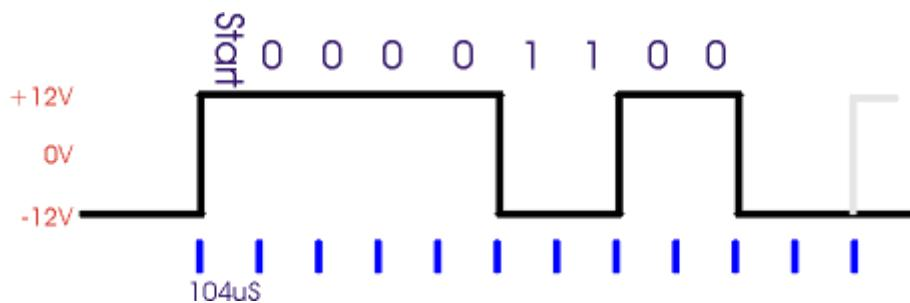
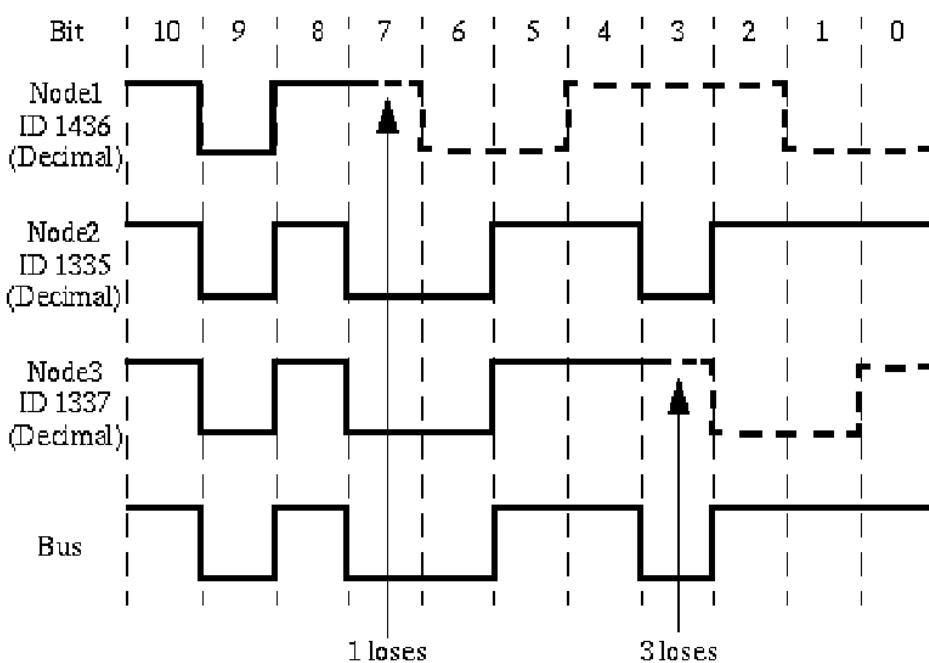

Figura 1: Esempio segnale RS-232
Figura 3: Esempio di arbitraggio nell'accesso al bus CAN
Figura 1 mostra l'andamento del segnale (trama) che, in una comunicazione tra due dispositivi con protocollo RS-232 a 9600 bits/s 8n2 rappresentante il valore binario 00110000.
Il segnale, così come nel CAN, utilizza per i bit una codifica **NRZ** (Non-Return-Zero): il segnale è un treno di impulsi rettangolari di durata T fissata dal bit-rate ($T=1/9600=104 \mu s$ nell'esempio) e con ampiezza caratterizzata da un valore "alto" pari a circa +12V ed un valore "basso" pari a -12V. Ogni impulso rappresenta un bit. In particolare nella RS-232 un valore alto di tensione rappresenta lo zero logico ed uno basso un uno logico. La linea si trova inizialmente nello stato di riposo con un livello basso di tensione (nessun dato in transito); la prima transizione da livello basso di tensione a livello alto indica l'inizio della trasmissione ("bit di start" della durata di 104 μs). Segue il bit meno significativo (LSB), dopo altri 104 μs il secondo bit, e così via, per otto volte, fino al bit più significativo (MSB). Segue infine un periodo di riposo della linea di almeno 208 μs , cioè due bit di stop e quindi (eventualmente) inizia un nuovo pacchetto di bit. Pertanto nell'esempio considerato vengono trasmessi 11 bit di cui solo 8 rappresentano l'informazione effettivamente utile. Da notare che con la codifica NRZ il numero di commutazioni è inferiore al numero di bit (in Figura 1 abbiamo 4 commutazioni a fronte di 11 bit trasmessi)
In Figura 3 è riportato un esempio di conflitto sull'accesso al bus tra tre nodi che tentano di trasmettere allo stesso istante: in particolare vengono riportati i segnali che tentano di trasmettere ed il segnale effettivo che si legge sul bus. In particolare per i primi tre cicli non c'e' conflitto. Al quarto ciclo il nodo 1 perde la competizione e smette di trasmettere perché cerca di imporre un uno logico (recessivo) mentre i nodi 2 e 3 impongono lo zero logico (dominante). In corrispondenza dell'ottavo ciclo il nodo 3 perde la competizione e smette di trasmettere mentre il nodo 2 continua a trasmettere come se fosse stato solo sul bus. Da notare che i nodi perdenti diventano subito ricevitori e non tenteranno una ritrasmissione non prima che il bus sia diventato libero. Questa politica garantisce il determinismo dell'accesso al bus, e l'assenza di periodi di inattività del canale. Anche in questo caso la politica di arbitraggio è basata sul contenuto dei messaggi trasmessi sulla rete e non sugli indirizzi dei nodi della rete.
- Un campo Start Of Frame (SOF). È un bit dominante (0 logico) che indica l'inizio di un message frame. Il rilevamento di un bit dominante quando la linea è in pausa (Bus Idle, sulla linea c'e' un bit 1 recessivo) è quindi interpretato come un SOF. Difatti l'SOF in Figura 3 ha la stessa funzione dello start bit della RS-232 in Figura 1.